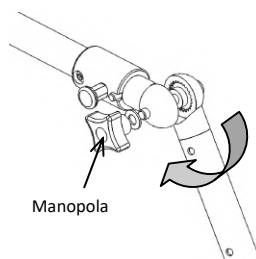

fig. 13: Regolazione angolo ginocchio
7) Regolazione angolo ginocchio (ove previsto) (fig. 13)